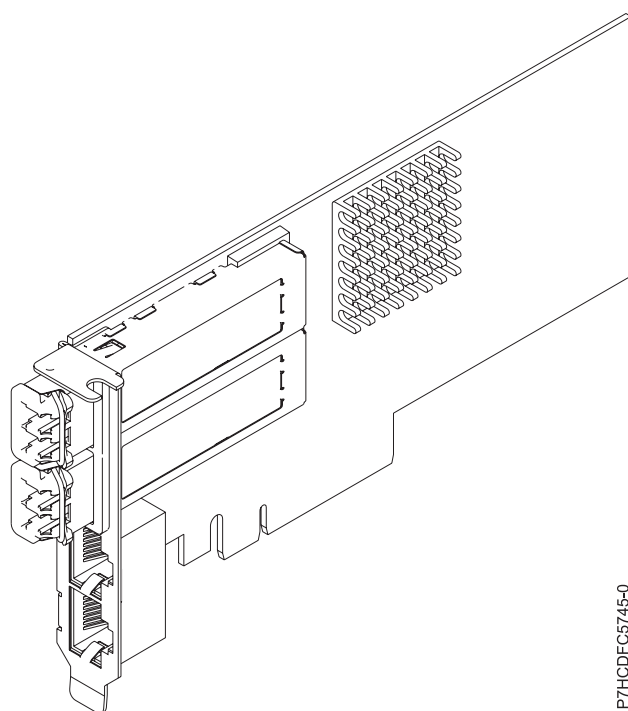

Figura 29. Adaptador FC EN0K
L'adaptador de quatre ports proporciona dos ports twinaxials de coure de 10 Gb FCoE i dos ports RJ45 Ethernet d'1 Gb. Els dos ports FCoE de 10 Gb es connecten mitjançant connectors FCoE de tipus petit (LC). Cada port FCoE proporciona connectivitat Ethernet amb una velocitat nominal de dades de 10 Gbps (gigabits per segon). Cadascun dels ports d'1 Gb proporciona connectivitat d'Ethernet a una velocitat de dades d'1 Gbps i es connecta amb cables Ethernet. No s'admet una velocitat de dades de 10 Mb. A Figura 29 es mostra l'adaptador FC EN0K.